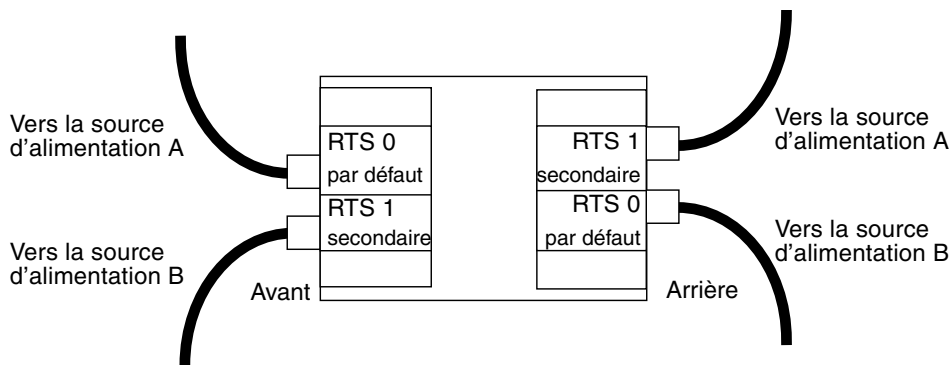

FIGURE 3-1 Configuration Sun Fire E6900 : Deux unités RTU et deux sources d'alimentation en courant alternatif indépendantes
- Dans une configuration avec deux unités RTU et deux sources d'alimentation en courant alternatif indépendantes, vous devez connecter quatre câbles : deux à l'avant et deux à l'arrière du système (FIGURE 3-1).